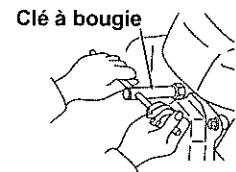
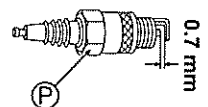

Fig. 30.
Fig. 31.
- 2 Sortez la Bougie d'allumage (P) à l'aide de la clé à bougie fournie. (Voir Fig. 30.)
- 3 Changez la Bougie d'allumage (P) si une quantité importante de carbone s'est accumulée dessus ou si sa partie isolante est craquelée ou endommagée.
- 4 Nettoyez le carbone qui s'est accumulé sur l'électrode, et ajustez l'écartement des électrodes à 0,7 mm. (Voir Fig. 31.)
- 5 Installez la Bougie d'allumage (P) et le Capuchon de bougie (Q).